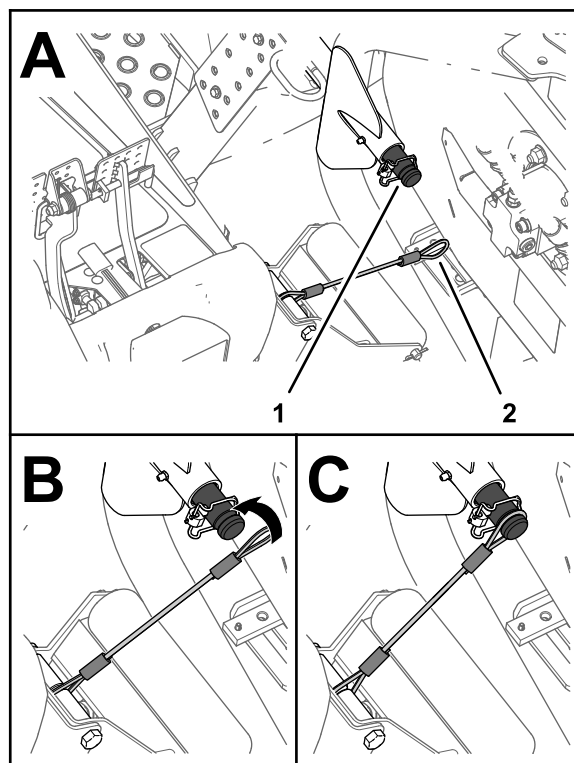

Figura 40
5. Aliniați nura cu arborele de transport al braului de ridicare pentru unitatea de tăiere exterioară din față (Figura 40).
6. Glisați buclă de transport peste arborele de transport până când buclă de transport este complet așezată în adâncitura din arbore (Figura 40).